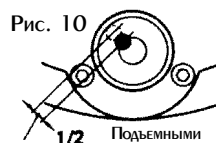

Рис. 11
(II) С помощью ключа поверните исправительные винты уровня до тех пор, пока пузырек не окажется в нуль пункте (Рис. 11).
(3) Повторите (I), (II) до тех пор пузырек не будет оставаться в нуль пункте при повороте прибора в любом направлении.